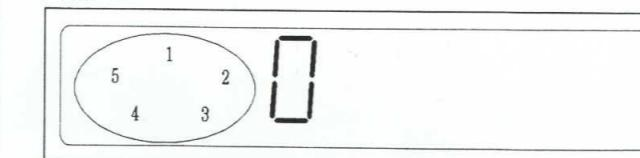

FIG. 3
1a Press the Open/Close button. When the right arrow on the tray is aligned with the 1st rib of the housing unplug the unit from the power source. (Fig. 3)
1b If the Open/Close button does not work bend the bottom of the housing down, until the teeth of the tray are separated from the worm gear. Then pull the tray out until the arrow is aligned with the 1st rib of the housing. (see Fig 3)
2. Starting with the left rear, bend the tray housing out, in the order as shown, while lifting up on the left side of the tray. (Fig. 3)
3. Now begin at the right rear, bend the tray housing out, in the order as shown, while lifting up on the right side of the tray. (Fig. 3)
K. REMOVE THE BOTTOM PART OF THE POWER BUTTON (508)
1. a. Druk op toets Open/Close. Wanneer de rechterpil op de lade zich in een lijn bevindt met de 1^o rib van het huis, de steker van de unit uit de voedingsbron los trekken (Fig. 3).
- b. Wanneer de Open/Close toets geen effect sorteert, de bodem van het ladehuis naar beneden buigen totdat de vertanding van de lade los komt van het worm wiel. Trek de lade vervolgens naar buiten tot de pijl zich op een lijn bevindt met de 1^o rib op het huis. (zie Fig. 3)
2. Vanaf links achter, het ladehuis in de hier getoonde volgorde naar buiten buigen terwijl u tegelijkertijd de linkerzijde van de lade optilt. (Fig. 3)
3. Vervolgens vanaf rechts achter het ladehuis in de hier getoonde volgorde naar buiten buigen terwijl u tegelijkertijd de rechterzijde van de lade optilt. (Fig. 3) 4. Verwijder de lade.
K. VERWIJDER HET ONDERSTE GEDEELTE VAN TOETS "POWER" (508)
- *) Press the PLAY button to focus disc. Before focus is obtained the display will be as shown in Fig. 3. After focussing the display will be as shown in Fig. 4. The disc will start rotating and the tracking servo will remain open.
- *) Check display as shown in Fig. 3.
- *) The display should have changed as shown in Fig. 3.